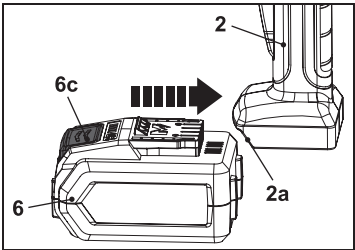

Fig. 6
1. Alinhe a ranhura da bateria (6) com as nervuras correspondentes no recetáculo (2a) da pistola de pulverização (2).
2. Insira a bateria (6) até ficar bem bloqueada na posição correta (Fig. 6).